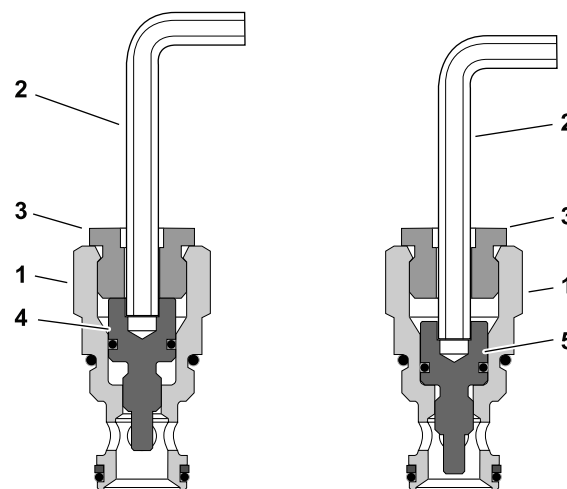

Figura 66
3. Ponga los émbolos en la posición de desvío insertando una llave allen (6 mm) a través del tapón y girando el émbolo en sentido horario hasta que haga tope; consulte Figura 66. Repita este paso con cada tapón (4 en total).